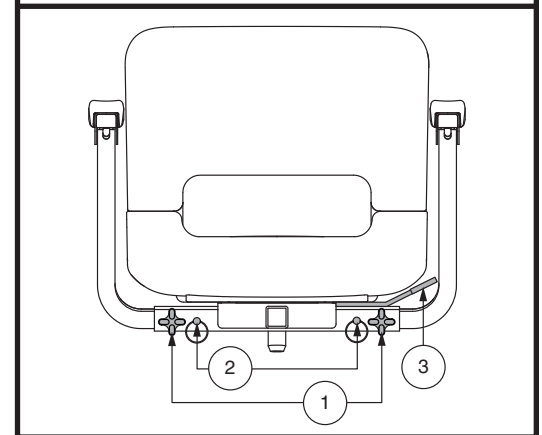

Figure 18. Réglage du siège
Le levier de rotation est situé sur le côté droit de la base du siège et le bloque dans plusieurs positions. **Voir la figure 18.**
1. Desserrez les boutons de réglage. **Voir la figure 18.**